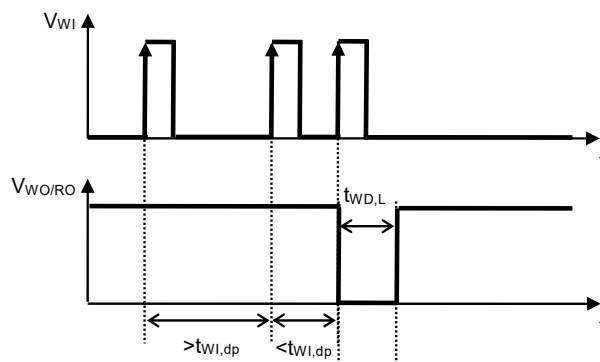

図9 ウォッチドッグダブルパルス検出時間
*3. ウォッチドッグタイマがトリガ信号の検出を開始してから、 $t_{WI,dp}$ 経過前までに再びトリガを検出し、WO / RO端子出力が "L" に変化するまでの時間 (図9参照)。この値は C_{DLY} で変更可能です。